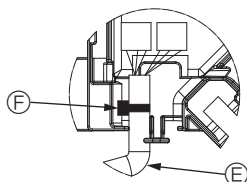

Fig. 10-10
- Coloque a banda que segura o fio do motor de palhetas do painel na caixa de conexão tal como exibido no diagrama. (Fig. 10-10)